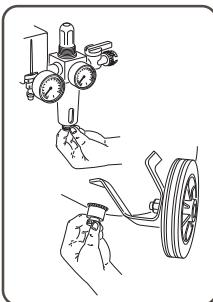

Рис. 10
**Выпустите конденсат**, открывая кран, расположенный под ресивером и под редуктором давления, если он установлен (Рис. 10).